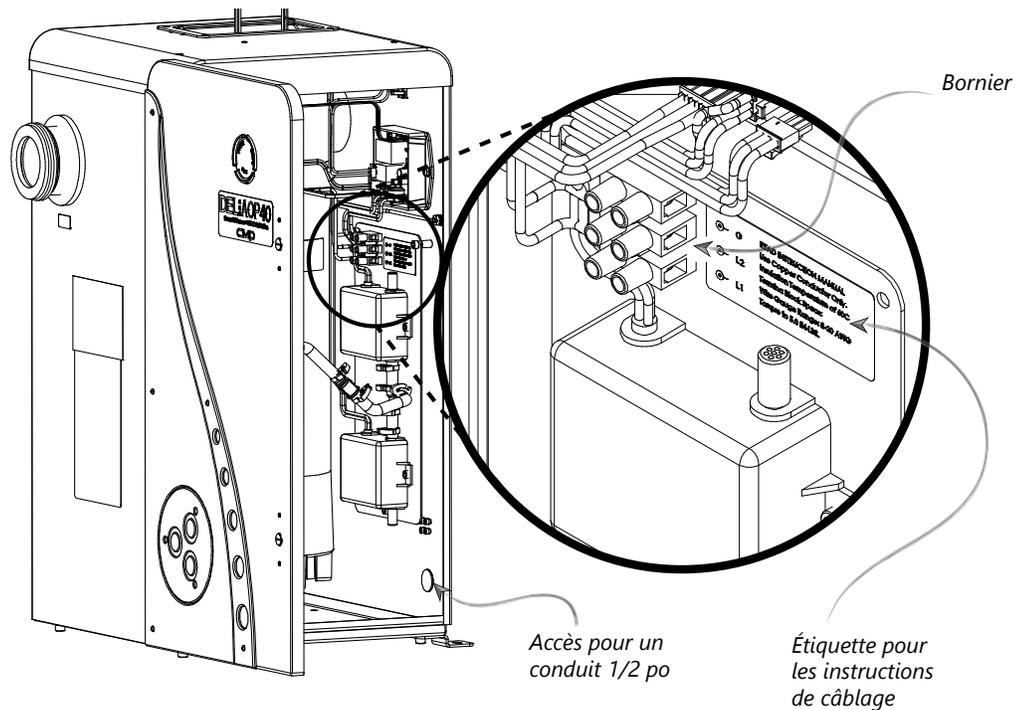

Figure 7 : Instructions concernant le bornier et le câblage
- Connecter le fil 1, le fil 2 ou le neutre, et la mise à la terre, au bornier comme indiqué par l'étiquette sur le panneau électrique située sur le côté intérieur droit du boîtier (voir la Figure 7).